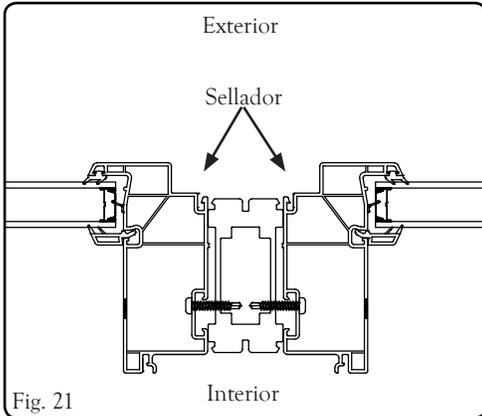

Fig. 21
- Consulte las Fig. 21 y 22. Aplique el sellador a lo largo de toda la ranura auxiliar exterior para ambos bastidores.